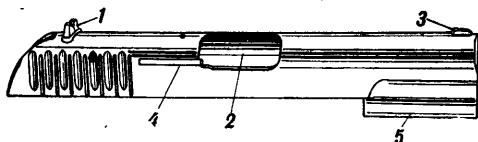

Рис. 45. Затвор:
**90. Затвор** (рис. 45) составляет одно целое с кожухом. Затвор служит для постановки курка на боевой взвод, для подачи патрона из магазина в патронник и для запираania канала ствола при выстреле.